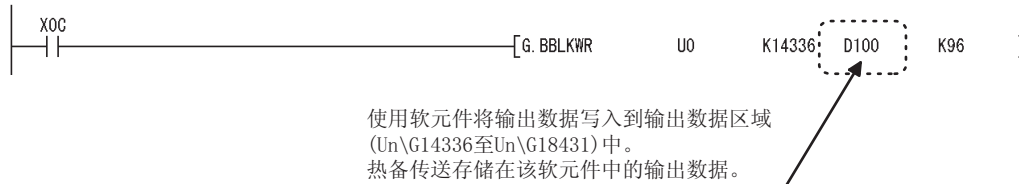

图 7.29 在控制系统的 QJ71PB92V 中的处理（系统切换前）
- (1) 图 7.29 是一个使用专用指令的示例。
- (2) 当使用自动刷新时，热备传送指定自动刷新目标软元件中的输出数据。